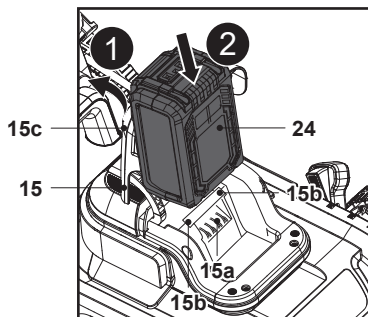

Fig. 8
- Deschide capacul magnetic (15c) și capacul compartimentului pentru acumulator (15) (fig. 8, pasul 1).
- Aliniaza acumulatorul (24) cu cele două fante de glisare (15b) și glisează-l înăuntru pentru a-l fixa (fig. 8, pasul 2).
- Asigură-te că introduci complet contactele electrice (15a) în acumulator (24) și că acesta se fixează în poziție cu un clic.
- Acumulatorul (24) se poate instala într-o singură direcție.
- Închide cu grijă capacul compartimentului pentru acumulator (15).